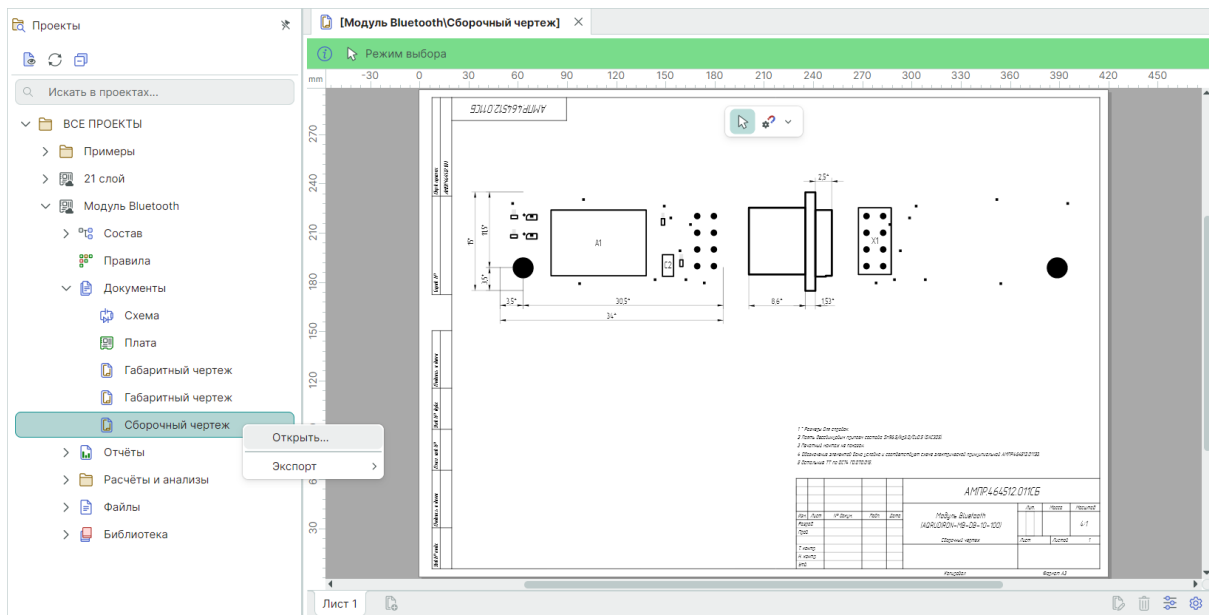

Рис. 80 Открытие документа проекта, полученного из Enterprise Server
4. При открытии документа проекта, полученного из единого информационного пространства Delta Design Enterprise Server, см. Рис. 80.